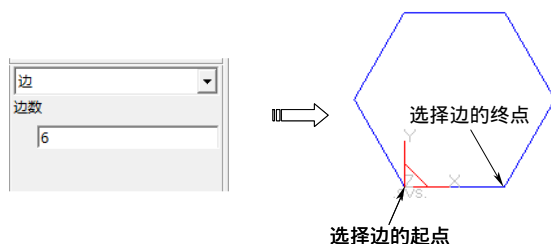

图 6-11 边方式绘制多边形
(1) 边方式 选择下拉菜单 “造型” → “曲线生成” → “多边形” 命令, 或者单击 “曲线生成栏” 工具栏上的 “多边形” 按钮 , 在立即菜单中选择边, 输入边数, 选择边的起点和终点, 完成操作, 如图 6-11 所示。